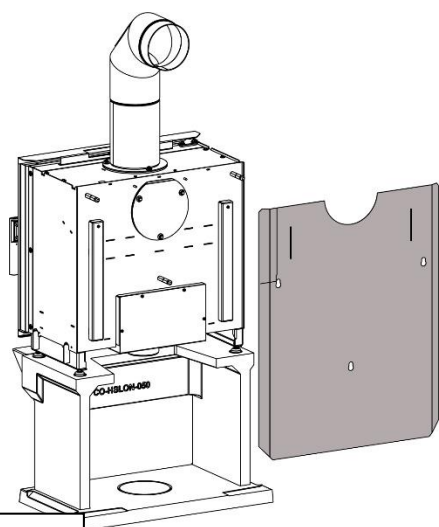

Bild 2
2. Hängen Sie danach das Rückwandschirmblech an den Aufnahmebolzen ein (für jedes ist eine Nut vorhanden). Dabei zeigen die abgewinkelten Seiten nach vorne (siehe Bild 2).